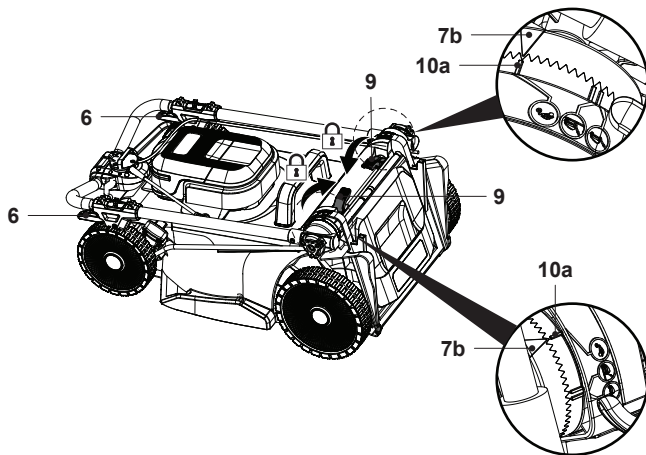

Fig. 24
8. Pour gagner de la place, il est également possible d'ouvrir les deux leviers de verrouillage (6) et d'insérer le guidon supérieur jusqu'en butée, de fixer les raccords (6, 9) et de s'assurer que le triangle de repère (7b) est aligné sur l'indicateur de stationnement (10a) afin d'éviter toute dispersion (Fig. 24).